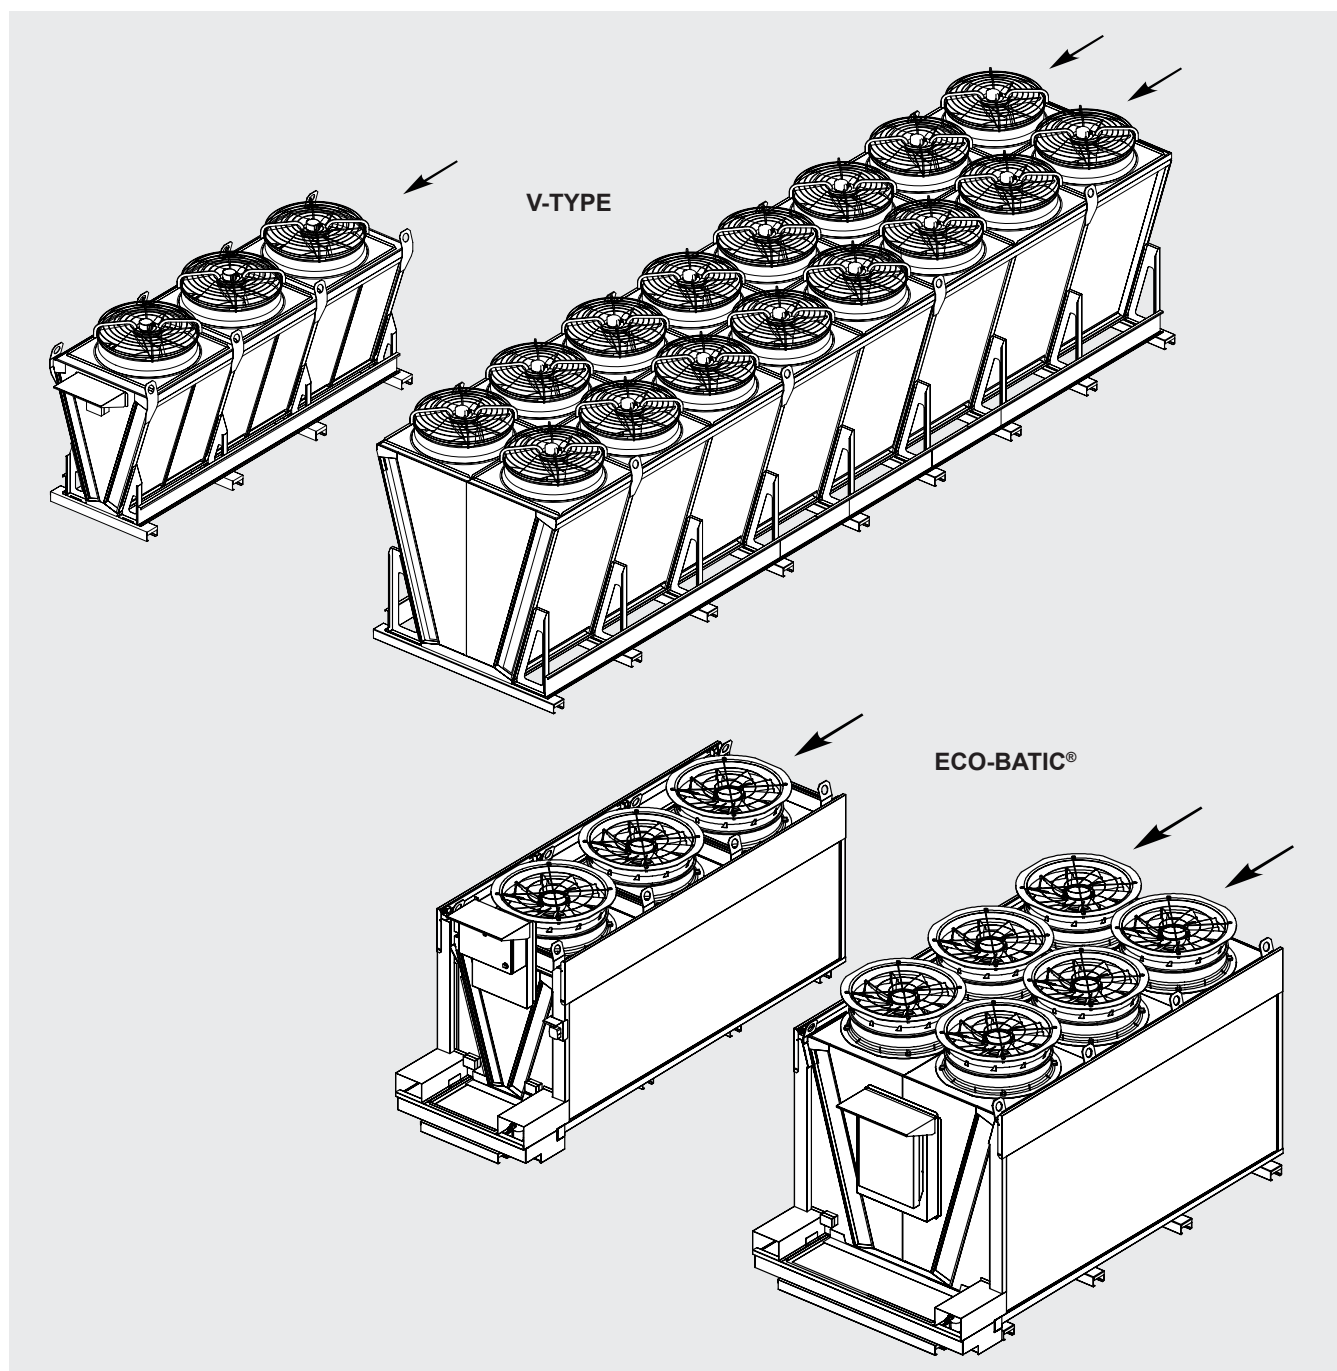

Figure 1
- 3.1 Les modèles de type V, les condenseurs, les refroidisseurs à gaz, les refroidisseurs secs et les modèles de la série Eco-Batic® - AV peuvent être à simple ou double étage, c'est-à-dire qu'ils peuvent avoir une ou deux rangées de ventilateurs. Voir la Figure 1.